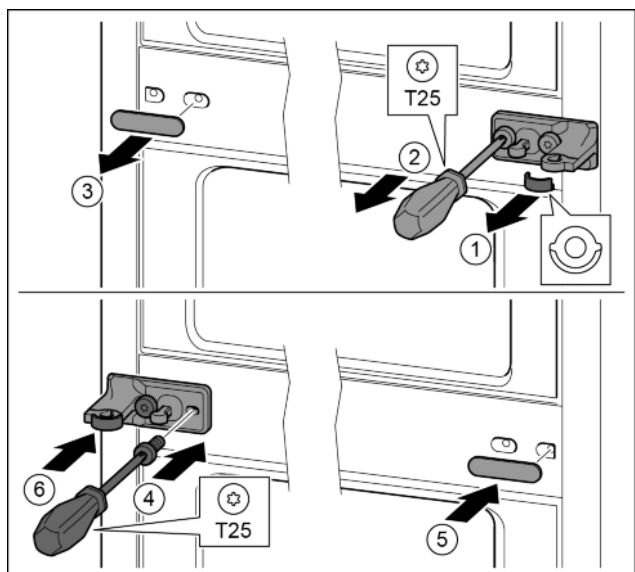

Fig. 13
- ▶ Scheibe abziehen. *Fig. 13 (1)*
- ▶ Schrauben mit Schraubendreher T25 herausdrehen. *Fig. 13 (2)*
- ▶ Abdeckung vorsichtig abziehen. *Fig. 13 (3)*
- ▶ Lagerbock mit Folie um 180° gedreht auf der anderen Seite fest anschrauben. *Fig. 13 (4)*
- ▶ Abdeckung um 180° gedreht auf der anderen Seite anbringen. *Fig. 13 (5)*
- ▶ Scheibe von vorn aufschieben. *Fig. 13 (6)*